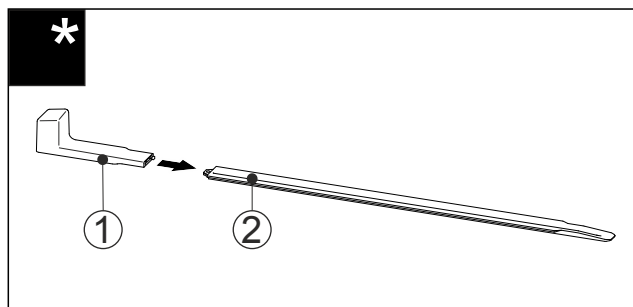

Fig. 47
- Вставте монтажну ручку Fig. 47 (1) на вирівнювальну рейку Fig. 47 (2).